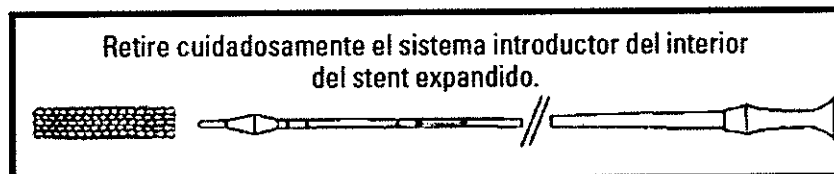

Figura 7. Extracción del sistema introductor
9. Evalúe la situación del stent desplegado y retire el sistema introductor y el broncoscopio. Confirme mediante broncoscopia y fluoroscopia que el stent se haya desplegado completamente respecto al catéter. Con cuidado, extraiga del stent expandido el sistema introductor, vigilando que no se desaloje el stent con la punta del catéter (Figura 7). Retire el broncoscopio y reanime al paciente como proceda.